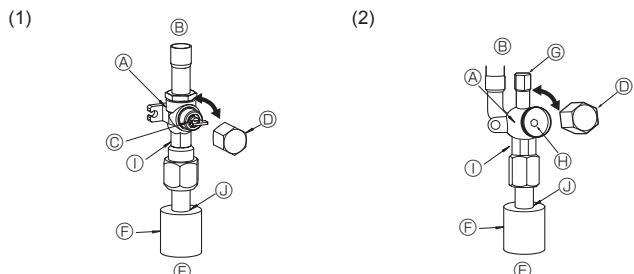

Fig. 4-6
(1) Для газа (Fig. 4-6)
- ① Снимите колпачок, потяните ручку на себя и поверните на 1/4 оборота против часовой стрелки для открытия.
- ② Убедитесь в том, что запорный кран полностью открыт, надавите на ручку и поверните колпачок в первоначальное положение.